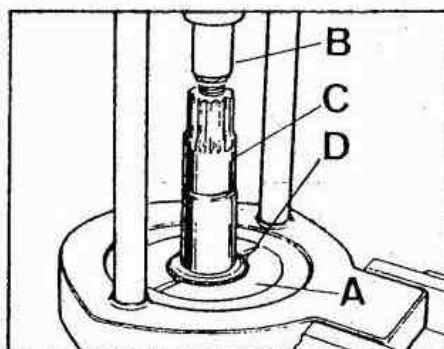

Fig. E-72 Desmontaje del cojinete de cabeza del piñón de ataque
1.7. Para el desmontaje del cojinete de cabeza, D, del piñón de ataque se utilizará el útil (191653) A, y la prensa de husillo (191647), B, (Fig. E-72).